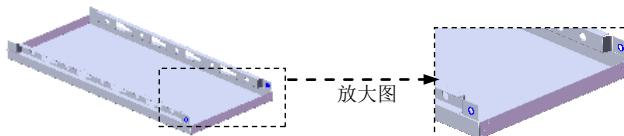
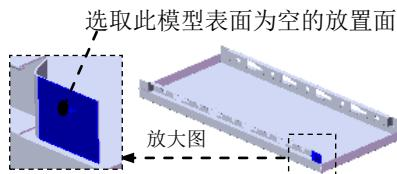
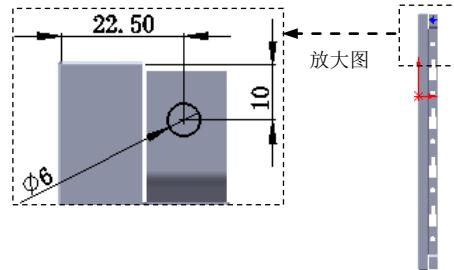

图 17.6.55 创建孔 2
图 17.6.56 定义孔的放置面
图 17.6.57 横断面草图
Step27. 创建图 17.6.55 所示的零件特征——孔 2。选择下拉菜单 **插入(I)** → **特征(E)** → **孔(H)** → **简单直孔(S)...** 命令; 选取图 17.6.56 所示的模型表面为孔的放置面, 在**方向1**区域的**下拉列表**中选择**完全贯穿**选项, 在**文本框**中输入数值 6.0。单击**按钮**, 完成孔 2 的初步创建。在设计树中右击**孔2**, 在系统弹出的快捷菜单中单击**按钮**, 进入草图环境, 绘制图 17.6.57 所示的横断面草图。单击**按钮**, 退出草图环境。